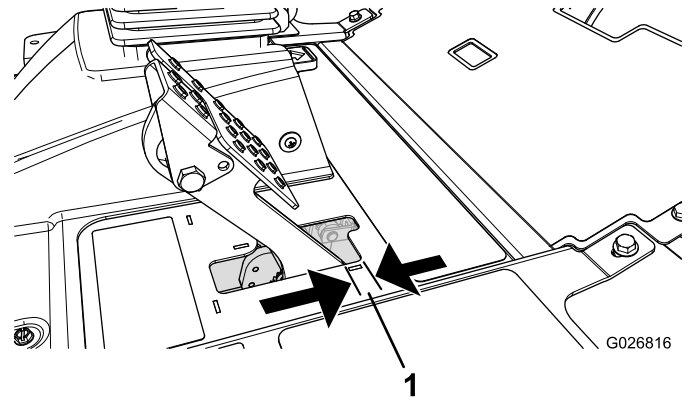

Figure 67
Réglez les freins si la garde à la pédale de frein est supérieure à 2,5 cm (Figure 67) ou si la force de maintien offerte est insuffisante. La garde est la distance parcourue par la pédale de frein avant que le freinage soit ressenti.
2. Serrez l'écrou arrière afin de pouvoir déplacer le câble en arrière jusqu'à obtention d'une garde de 0,63 à 1,27 cm (Figure 67), avant le blocage des roues.